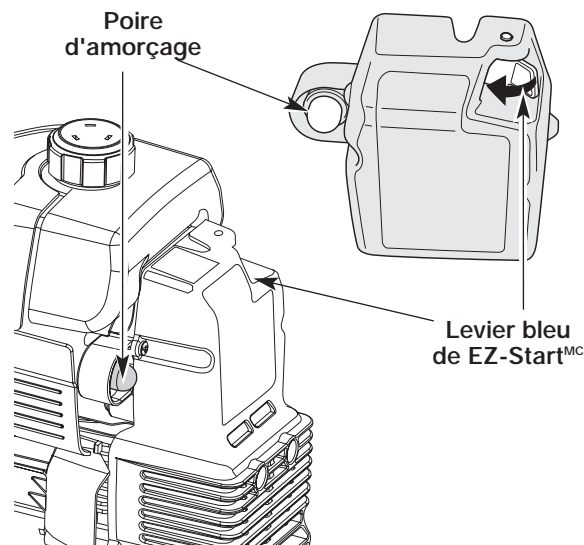

Fig. 7
3. Pressez et relâchez la poire d'amorçage à 10 reprises, lentement. Une certaine quantité de **carburant devrait être visible dans la poire d'amorçage** et les conduites de carburant (Fig. 7). Si vous n'apercevez pas de carburant dans la poire, pressez et relâchez la poire autant de fois que nécessaire jusqu'à ce que vous aperceviez du carburant dans cette dernière.
4. **Faites pivoter le levier bleu de EZ -Start^{MC} vers la poire d'amorçage** jusqu'à ce qu'il clique et se verrouille en place (Fig. 7).